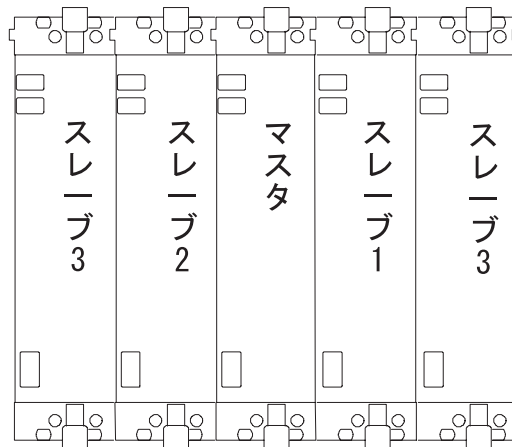

図 17 : マージされたシステム内のモジュールの位置
- チャンネル幅が異なるロジック・アナライザ・モジュールをマージする場合は、チャンネル数が最も多いロジック・アナライザ・モジュールをマスタ・モジュールとして使用します。2 台目のスレーブ・モジュールがある場合は、最初のスレーブ・モジュールのチャンネル数は、2 台目のスレーブ・モジュールよりも多いか等しくなければなりません。スレーブ 3 のチャンネル数はマスタ、スレーブ 1、およびスレーブ 2 より少ないか等しくなければなりません。同様に、スレーブ 4 のチャンネル数はマスタ、スレーブ 1、スレーブ 2、およびスレーブ 3 より少ないか等しくなければなりません。マージされたモジュール・セットでのマスタ・モジュールの位置については、27 ページの図 17 を参照してください。
図 17 を参照しながら、マージされたモジュール・セットでのマスタ・モジュールの位置を決定します。図 17 には 5 台のモジュール・セットが示されていますが、この図を参照しながら、スレーブ・モジュールに対してマスタ・モジュールの位置を決定することができます。例えば、2 台のモジュールから成るセットの場合、マスタ・モジュールは番号が小さいスロットに配置され、スレーブ・モジュールは番号が大きいスロットに配置されます。
スリーウェイ・マージ (TLA7Nx、TLA7Px、および TLA7Qx ロジック・アナライザ・モジュールのみ) では、マスタ・モジュールを中央に配置します。スレーブ・モジュール 1 はマスタ・モジュールの右側に配置します。27 ページの図 17 に示すように、スレーブ・モジュール 2 はマスタ・モジュールの左側に配置します。